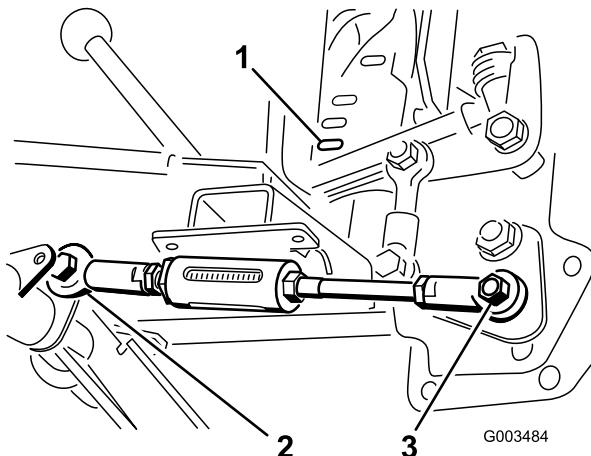

Figura 8
- Spostate la maniglia di sollevamento fino a quando il foro del giunto a sfera non si trova allineato al foro sul lato destro della leva per l'asta regolabile presente sul tubo orientabile, e fissate l'asta alla leva mediante un bullone (1/2 x 1-1/2 poll.) e un dado di bloccaggio (1/2 poll.) come illustrato in Figura 8.